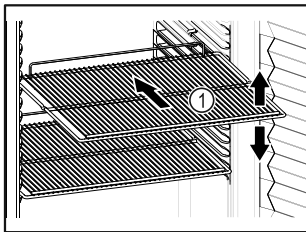

Fig. 20 Eksempelfremstilling
- Hvis oppbevaringshyllene Fig. 20 (1) kan flyttes, juster etter høyden.